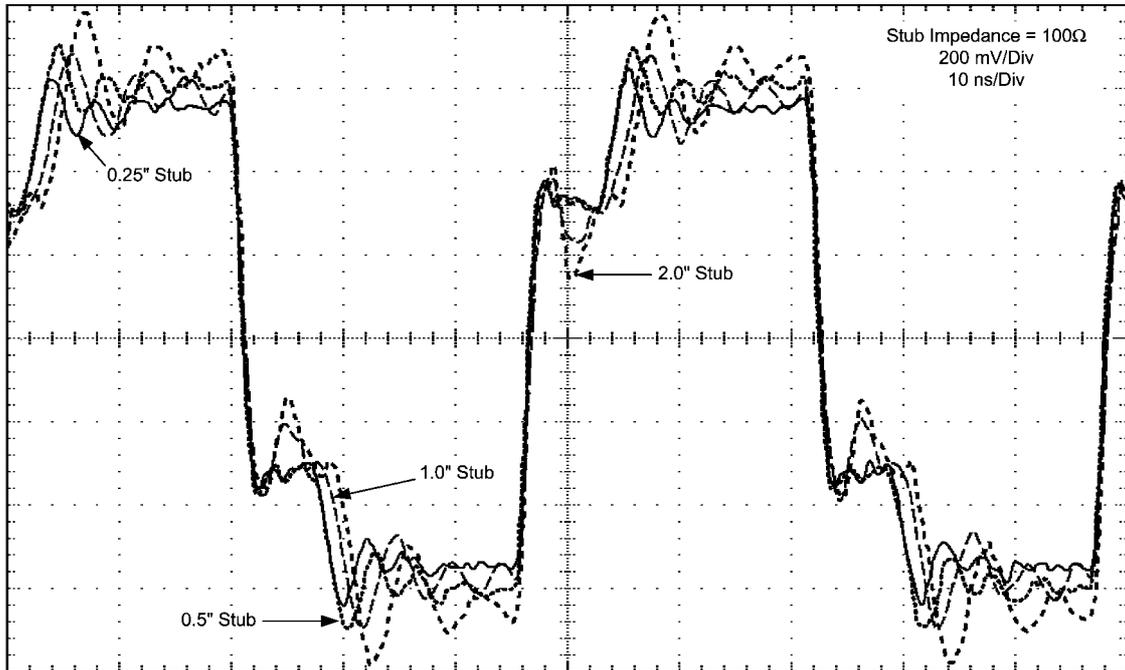

FIGURE 7. Noise Margin is Higher with Shorter Stubs
- ノイズ・マージンは、短く細いスタブの方が大きくなります。スタブが終端されていない伝送線として振る舞う場合、スタブがバスに接続する個所で部分的にバスのインピーダンスが小さくなります。このようなインピーダンスの変動、あるいはバスに沿った不連続性によって反射が発生し、これがノイズ・マージンを低下させます。Figure 7 に、スロット #8 に挿入したレシーバのノイズ・マージンに対するスタブ長の効果を示します。ドライバ・カードはスロット #7 に挿入し、13 枚すべてのレシーバ・カードに対して 19.44MHz のクロックを供給します。
Figure 7 の 4 つの波形は、隣接するレシーバの入力部分で、それぞれスタブ長が 0.25、0.5、1、2 インチのネットワークについて測定したものです。明らかに 2 インチのスタブによるネットワークに接続されたレシーバのノイズ・マージンが最低です。Table 4 は、スロット #7 にドライバ・カードを挿入し、13 枚のレシーバ・カードのすべてに対して、ある共通の周波数のクロックを供給した場合に、スロット #8 に挿入したレシーバで確保できるノイズ・マージンです。このデータからわかるように、ある一定の構成に対しては、クロック信号が 60MHz 程度の場合にノイズ・マージンが最悪となります。AdvancedTCA システムに許された最大周波数である 100MHz では信号が最も減衰して正弦波に近い波形となるため、レシーバにおける大きな反射も起こりません。その結果、ノイズ・マージンがこの周波数で最大となっています。